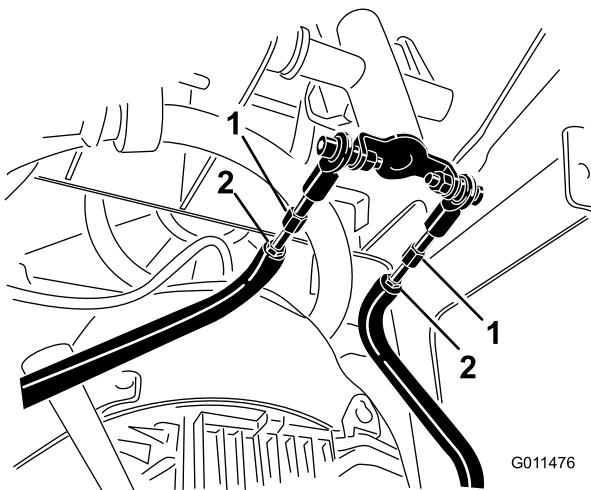

Figura 53
- D. Desaperte as porcas de bloqueio nas barras de tração, debaixo do painel de controlo (Figura 53).